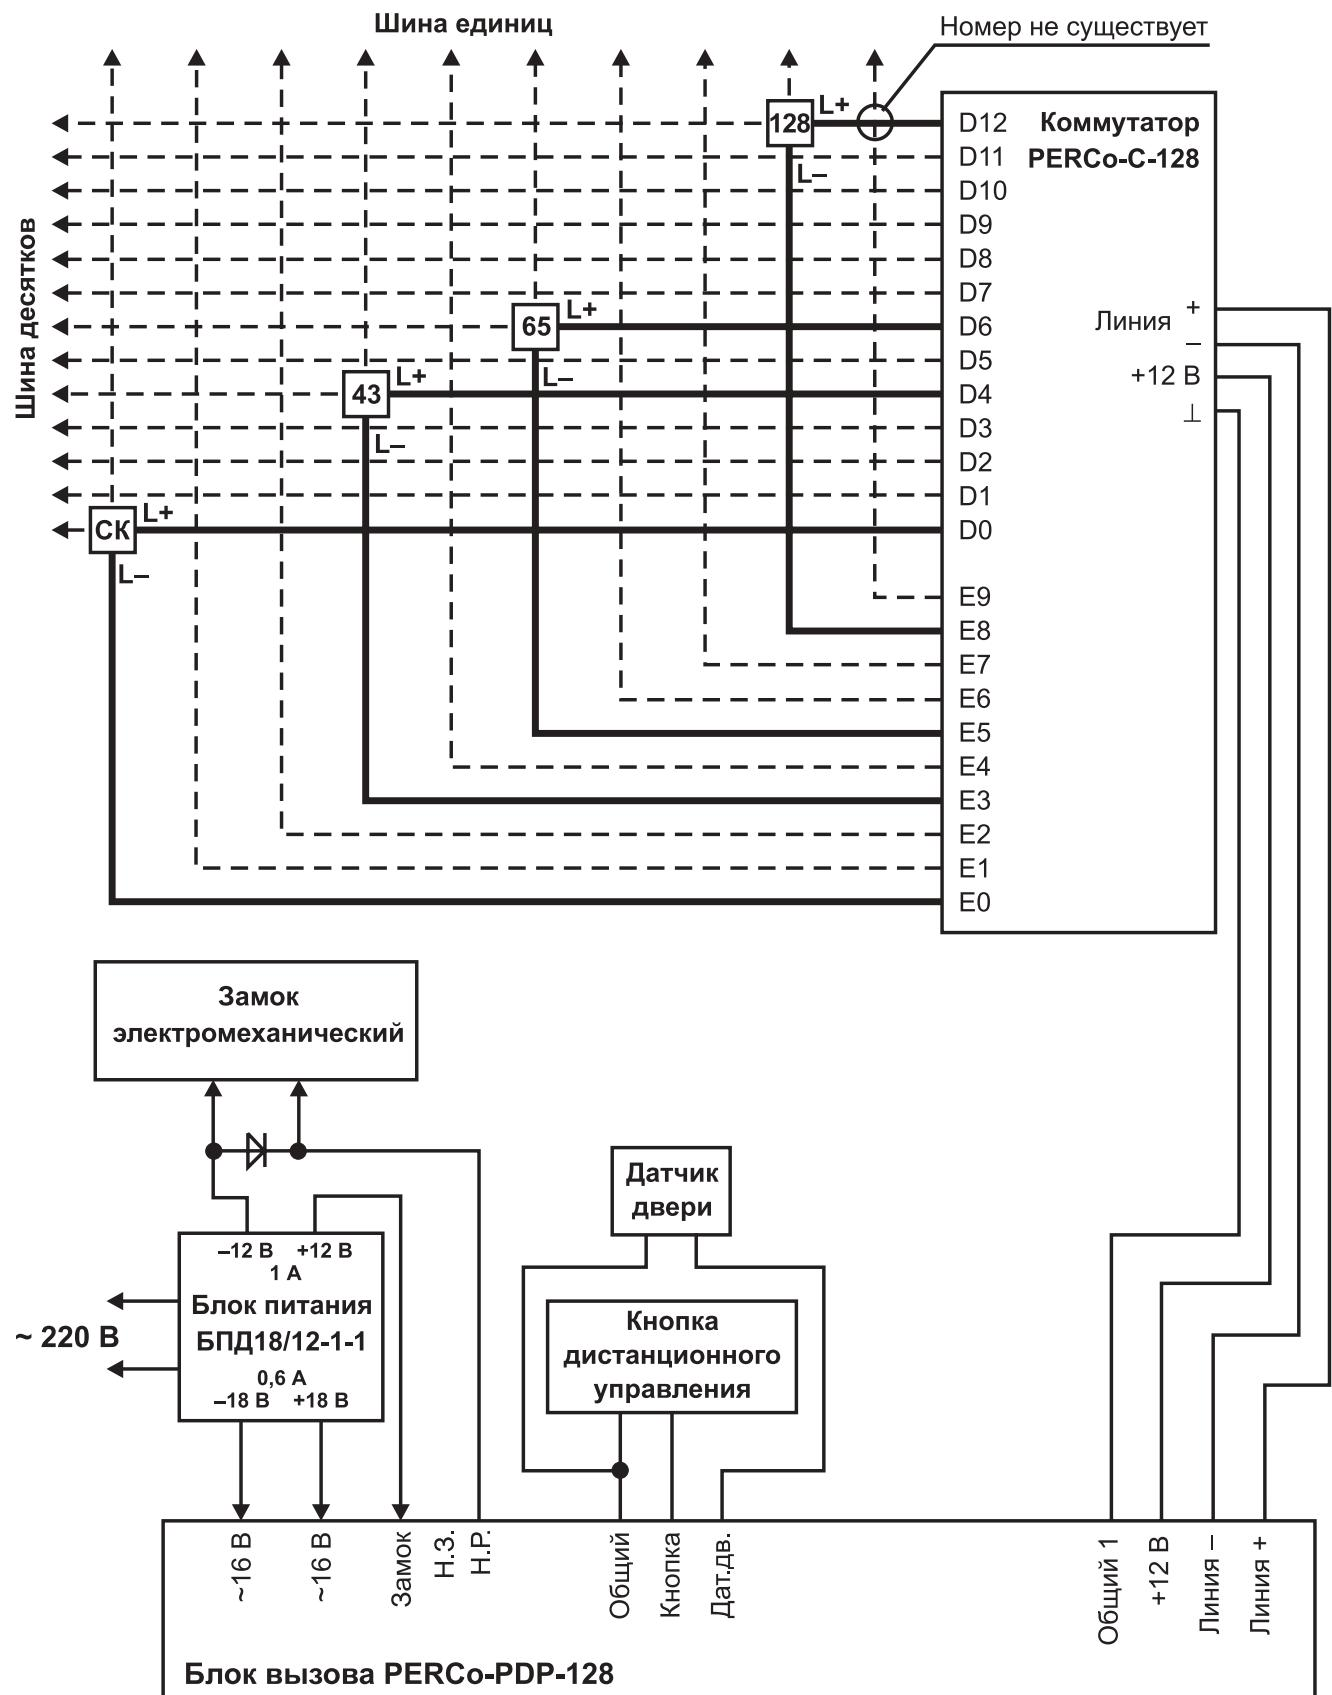

Рис. 2. Монтажная схема соединения блока вызова с коммутатором
- Подключите коммутатор к блоку вызова с помощью 4-х проводной линии связи согласно приведенной монтажной схеме (рис. 2). Домофон и коммутатор имеют специальные клеммные колодки для подключения проводов. Маркировка колодок коммутатора расположена на днище, внутри корпуса (маркировка шины единиц Е0-Е9, шины десятков — D0-D12).
Провода питания замка должны быть проложены отдельно от остальных цепей, соединяющих блоки домофона, кабелем большого сечения, не менее $0,5\text{мм}^2$. Сопротивление одной жилы кабеля не должно превышать 1Ом. Замок должен иметь встроенную цепь искрозащиты (например, защитный диод, см. рис. 2). Для снятия статического заряда с замка рекомендуется заземлить корпус замка. Заземление выполнять проводом с сечением не менее 2мм^2 . Не допускается совместная с проводом заземления, на участке более чем 1м, прокладка кабеля от датчика двери и проводов питания замка.